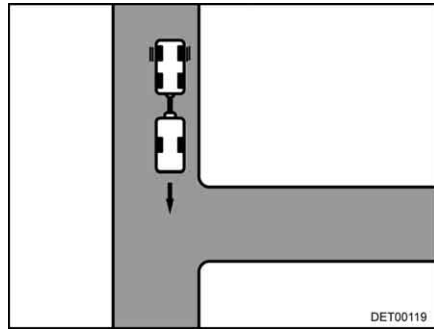

Fig. 18 Recorrido
- Acercarse a la entrada hasta que la parte trasera de la caravana esté a su altura (Fig. 18).